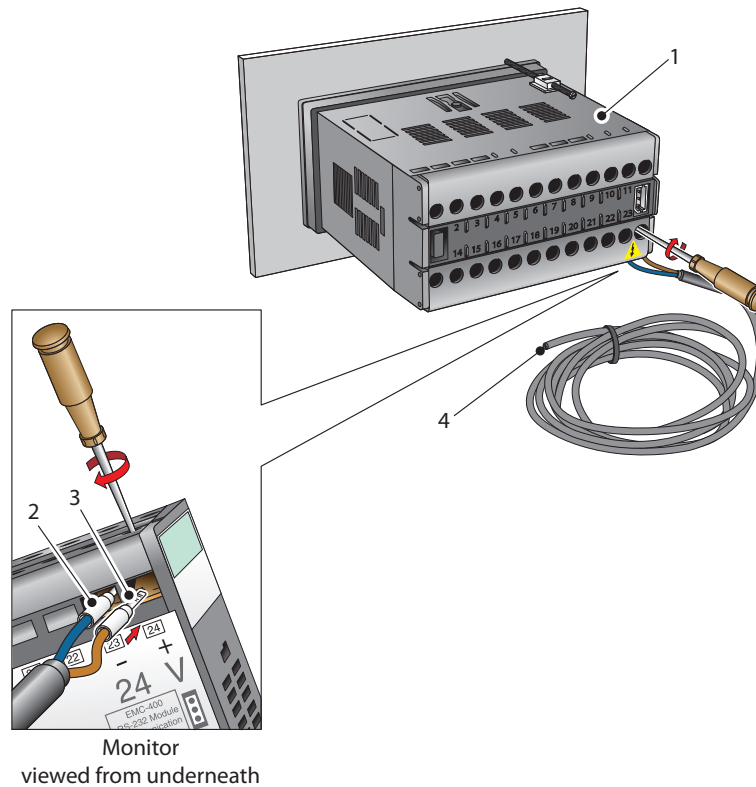

Figure 10 *Branchements de l'alimentation électrique CC*
2.3.5 Entrée d'alimentation courant continu (CC) (en option)
Brancher l'alimentation électrique CC sur l'indicateur de processus (1) comme indiqué dans la *figure 10*. Consulter aussi le tableau 2 qui donne un résumé de tous les branchements sur le panneau arrière de l'indicateur de processus.